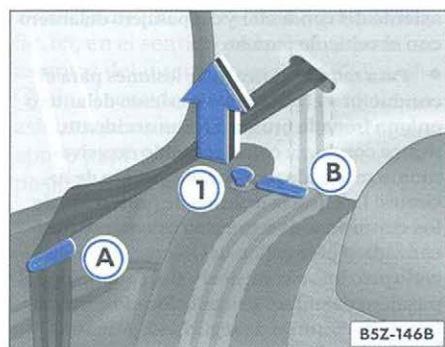

Fig. 68 Acoplamiento del cinturón para el abatimiento del asiento y perno de desbloqueo del respaldo
- Posicione la cinta de los cinturones de seguridad en sus respectivos alojamientos ⇒ fig. 68 (A) para versiones 2 puertas y (B) para versiones 4 puertas.
– Levante los seguros ⇒ fig. 68 (1) en ambos lados y, al mismo tiempo, destrabe y incline parcialmente o totalmente el respaldo del asiento sobre el asiento, para acceder al maletero.
– Coloque el asiento en la posición original ⇒ (A).
– Remueva las cintas del cinturón de seguridad de los posicionadores ⇒ fig. 68 (A) y (B). Para los vehículos con cinturones de tres puntos fijos, recolóque las lengüetas en los respectivos cerrojos.